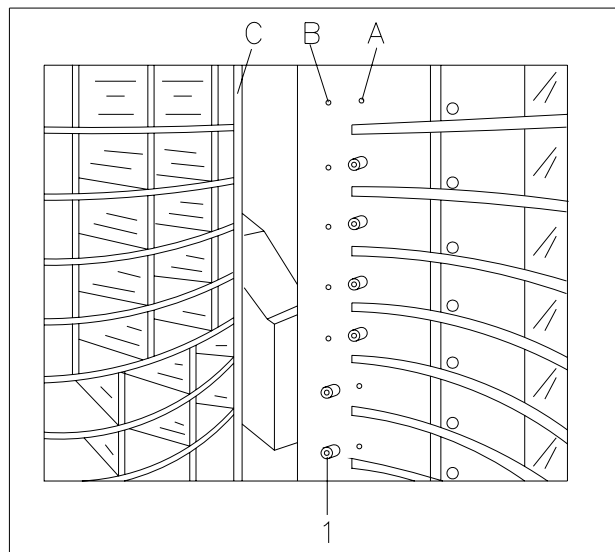

FIG. 11
I settori forniti nel distributore hanno gli spazi preregolati come in **FIG. 9**. Si può variare il numero degli scomparti togliendo o aggiungendo le palette divisorie. Il numero degli spazi per piano potrà essere: 6, 12, 18. Quando si varia il numero degli spazi bisognerà variare la posizione del fermo dello sportello rif.1 FIG. 11 corrispondente allo scomparto modificato, in modo che la misura della porta che si apre corrisponda alla misura degli scomparti modificati.
- a) Avvitare il fermo pos.1 FIG. 11 nel foro -A- per divisioni con 18 spazi;
- b) Avvitare il fermo pos.1 FIG. 11 nel foro -B- per divisioni con 12 spazi;
- c) Rimuovere il fermo pos. 1 FIG. 11 in modo che lo sportello di prelievo vada in battuta sul montante C per divisioni con 6 spazi;